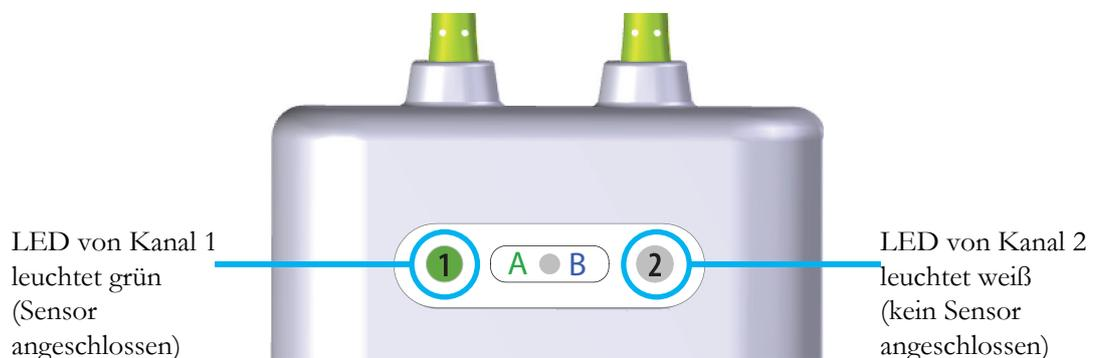

Abbildung 13-14 Anschließen eines Sensors an das ForeSight Modul – Kanalstatus-LED
- 6 Vergewissern Sie sich, dass die Farbe der Status-LED der Kanalanzeige am ForeSight Elite Modul von weiß zu grün wechselt, sobald der Sensor angeschlossen wurde. Siehe Abbildung 13-14.